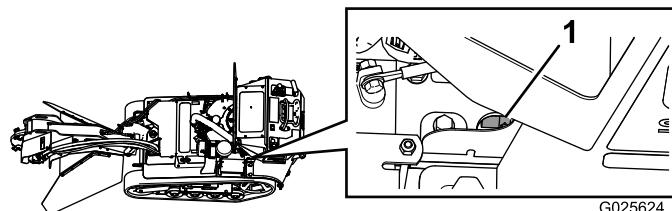

Figura 40
**Nota:** La válvula de cierre de combustible también es accesible a través del bastidor, detrás de la batería (Figura 40).